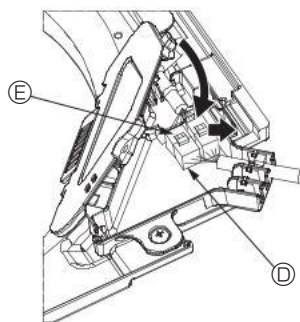

Fig. 10-9
- Feche a tampa da caixa de conexão. Quando pretender fechar a tampa da caixa de conexão, faça deslizar a tampa na direção indicada pela seta e certifique-se de que a saliência fica firmemente inserida. (Fig. 10-9)